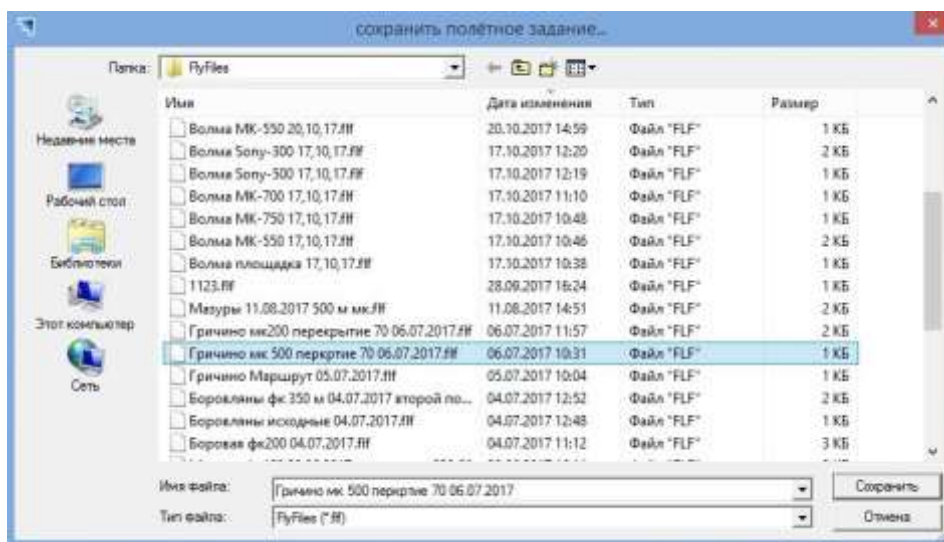

Рисунок 73 – Окно «Сохранить полетное задание»
9.2.5 Кнопка «Сохранить файл» предназначена для сохранения в файл полетного задания, отображаемого на карте навигационного окна. При нажатии кнопки «Сохранить файл» открывается окно «Сохранить полетное задание» (Рисунок 73), позволяющее выбрать место сохранения, ввести имя файла и сохранить файл с полетным заданием.